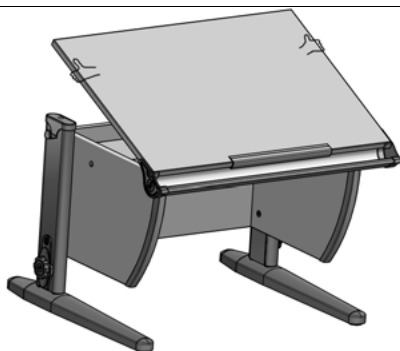

Рис. 27
- 6.5.1. Приподнять столешницу (держась за дальний левый или правый угол столешницы) на нужный угол наклона. (См. рис. 27)